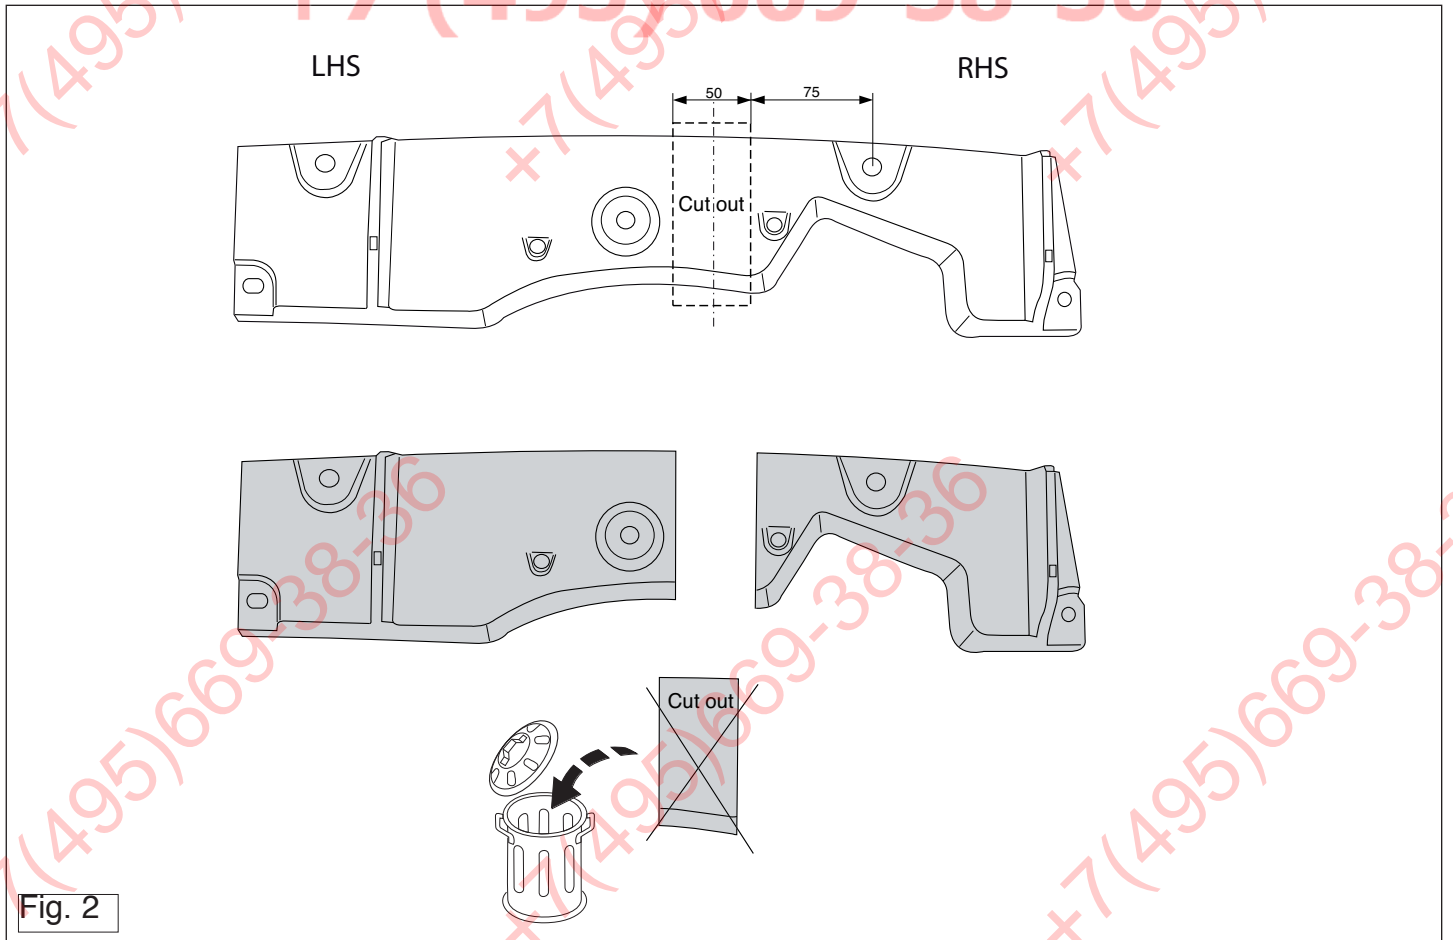

Fig. 2
5. Saw out the portions as indicated in fig. 2.
5. Gemäß Abb. 2 die angegebenen Teile heraussägen.
5. Scier les parties indiquées conformément à la figure 2.